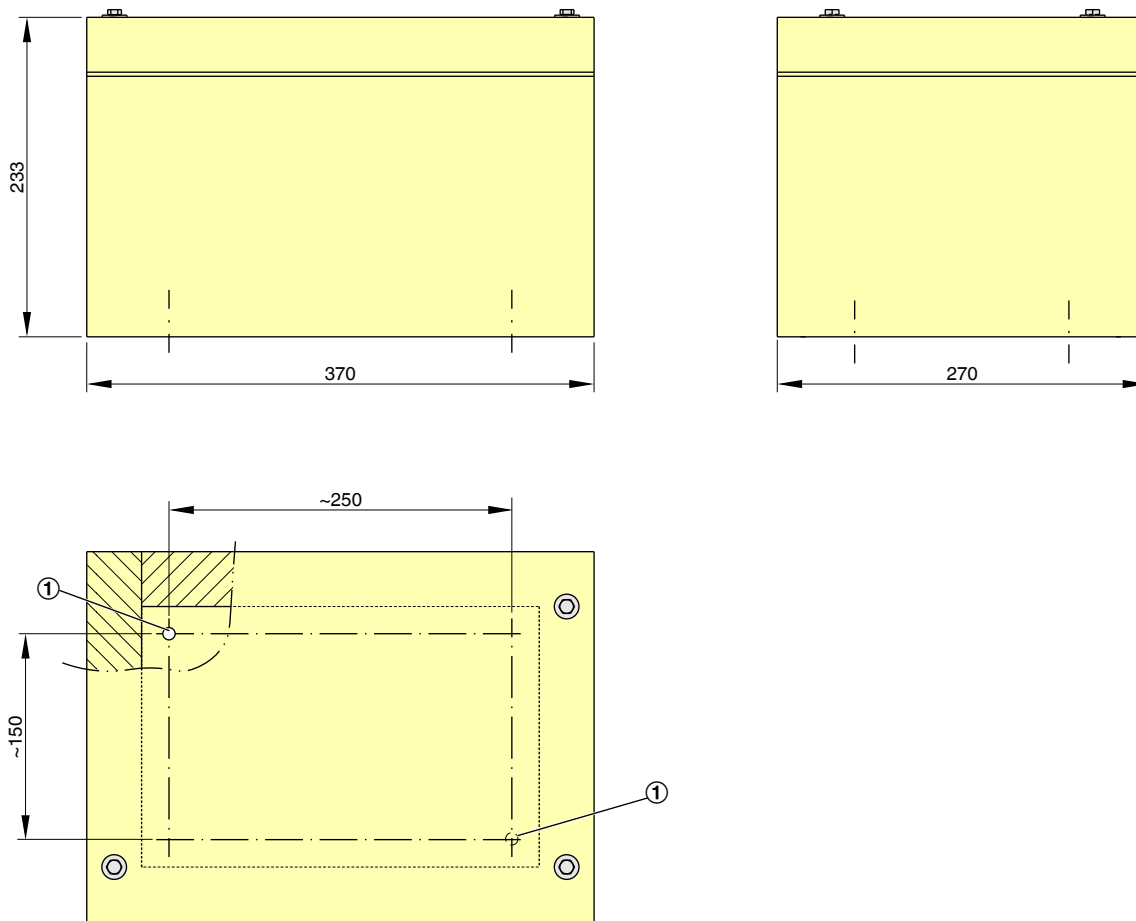

Fig. 3 : Encastrement externe pour le module de commande, toujours nécessaire pour les volets de H=230 mm, en option pour les autres dimensions
Percer un trou (Fig. 3 /1) sur place pour la vis.
1) pour l'encastrement externe du module de commande, voir Fig. 3